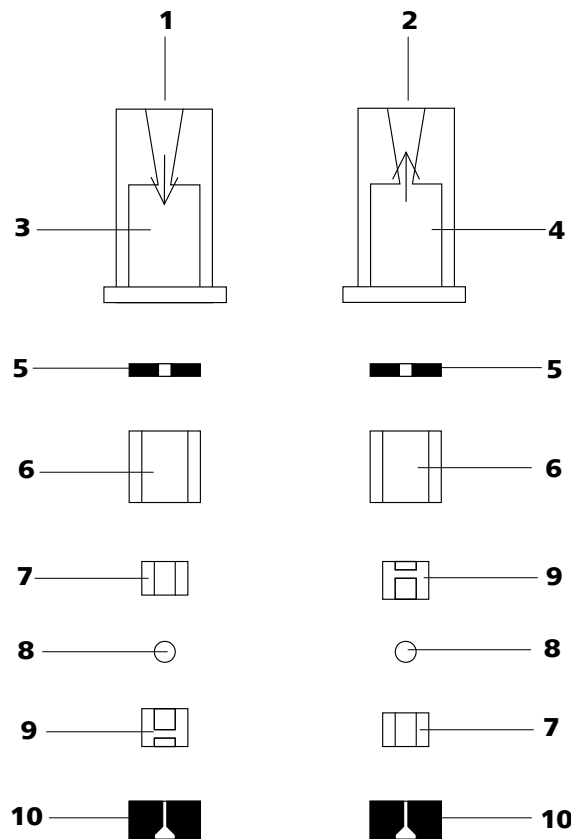

Figura 28 Componentes de la válvula de entrada y de la válvula de salida
- Las válvulas de entrada y de salida están integradas por los mismos componentes, que solamente están dispuestos de forma diferente (véase Figura 28, página 57).
Vuelva a montar los componentes de la válvula *según la figura 28, página 57*.
- Coloque los componentes restantes de la válvula en orden correcto (véase Figura 28, página 57) uno encima del otro
En caso contrario, se deberá volver a desmontar la válvula y montarla correctamente (véase Figura 28, página 57).